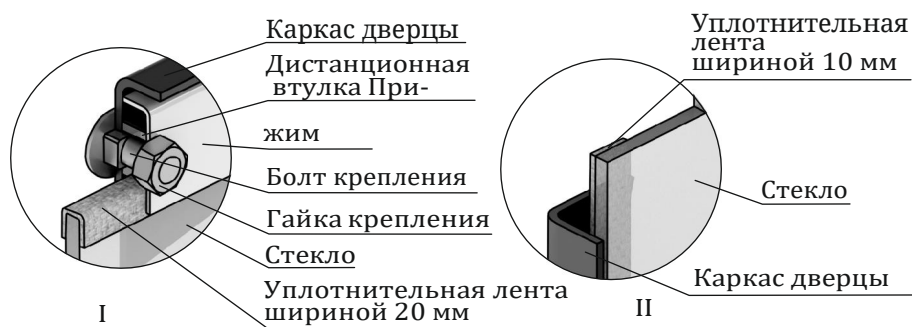

Рисунок 7. Крепление светорозрачного экрана дверцы «Люмина»
1. Отверните две гайки, фиксирующие прижим (рисунок 7.I), демонтируйте его и дистанционные втулки.
Если на нем нет уплотнительных лент, наклейте их, лента шириной 20 мм наклеивается сверху и снизу стекла «П» — образно (рисунок 7.I), лента шириной 10 мм наклеивается вертикально, вдоль боковых сторон стекла (рисунок 7.II).
4. Вставьте стекло в упор, при этом лента, наклеенная с боковых сторон (вертикальная) должна быть зажата между стеклом и каркасом дверцы (рисунок 7.II).
Внимание! Гайки, фиксирующие прижим, накручиваются на болты крепления через дистанционные втулки (рисунок 7.I).